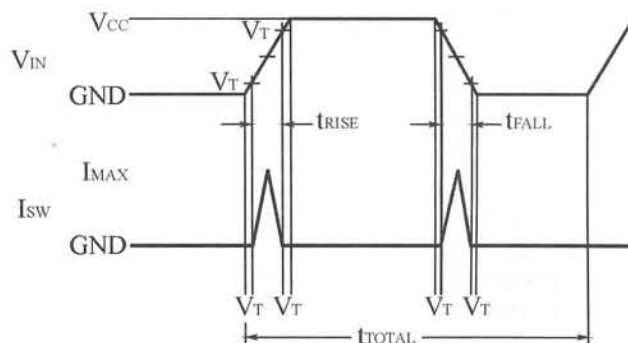

рис. 9
Очевидно, что динамическая потребляемая мощность возрастает прямо пропорционально частоте и пропорционально квадрату напряжения источника питания. Она также возрастает с увеличением емкости нагрузки, определяемой, в основном, системой, и не является переменной величиной. Статическая (DC) потребляемая мощность рассеивается в моменты переключения и представляет собой произведение VI. В любом КМОП-элементе возникает мгновенный ток от шины питания на "общий" провод (при $V_{CC} > 2V_T$) рис.9.